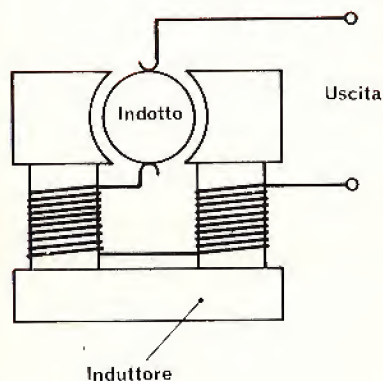

Fig. 8 - Esempio di dinamo con bobine collegate in parallelo.
- 1) le dinamo shunt: in cui induttore e indotto sono elettricamente collegati in parallelo (fig. 8)